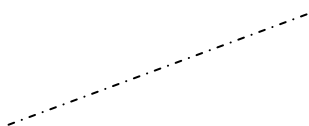

图 4.13.3 绘制中心线
Step2. 选择 **草绘(S)**  **设置**  **中心线** 命令, 绘制图 4.13.3 所示的中心线。